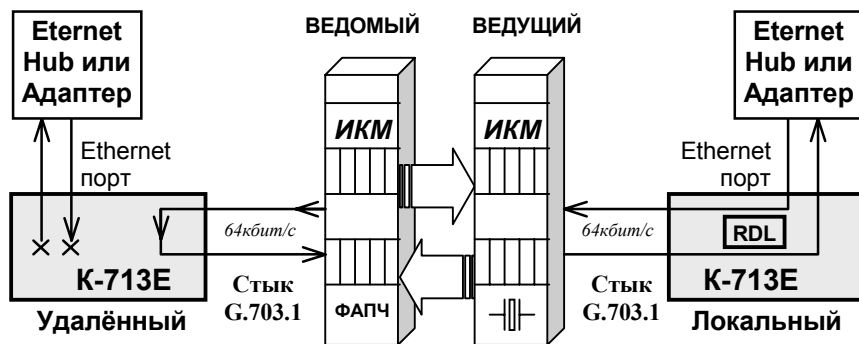

Рис. 8. Проверка *Удаленный шлейф (RDL)*
Рис. 8 иллюстрирует принцип проверки *Удаленный шлейф (RDL)* для одного направления. Режим проверки *Удаленный шлейф (RDL)* предназначен для организации автономной проверки канала передачи данных с помощью встроенного анализатора – *BER*-тестера.
Для нормальной установки режима *Удаленный шлейф (RDL)* необходимо подключить конвертеры и установить микропереключатели в требуемое положение, а микропереключатель *S8 = Off*. Затем на одном конвертере, назовем этот конвертер **ЛОКАЛЬНЫМ**, необходимо установить тумблер **RDL-o-DL** в положение **RDL**. На другом конвертере, см.Рис. 8, назовём его **УДАЛЕННЫМ**, тумблеры должны находиться в среднем положении (рабочий режим).
1. **ЛОКАЛЬНЫЙ** конвертер отключает Ethernet порт, затем переводит **УДАЛЕННЫЙ** конвертер в режим заворота данных в стык G.703.1, см.Рис. 8.